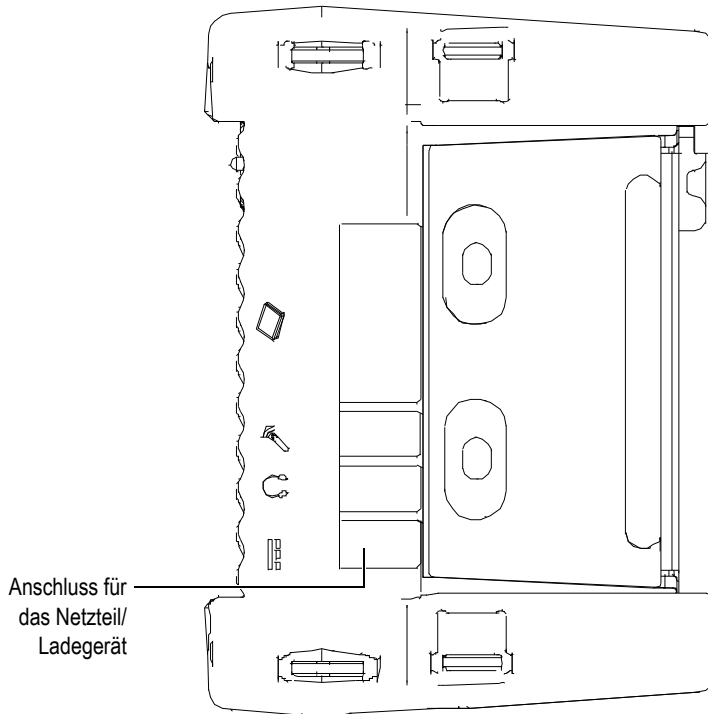

Abbildung 8-1 Anschluss für das Netzteil/Ladegerät des OmniScan MX / MX1
2. Öffnen Sie auf der rechten Seite des OmniScan MX / MX1 den Gummiverschluss, der den Anschluss für das Netzteil/Ladegerät verschließt (siehe Abbildung 8-1 auf Seite 99).
3. Schließen Sie das Netzteil/Ladegerät an den Anschluss für Netzteil/Ladegerät des OmniScan MX / MX1 an (siehe Abbildung 8-1 auf Seite 99).